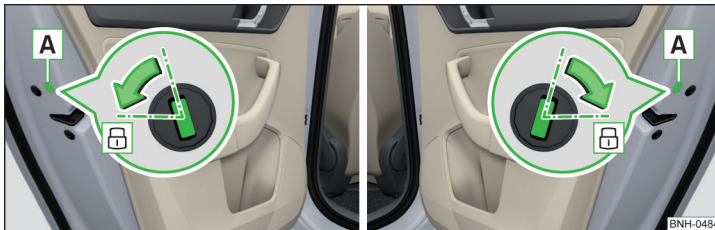

Abb. 263 Notverriegelung: Tür hinten links/rechts
- › Die entsprechende Hintertür öffnen und die Blende **A** entfernen (gilt auch für die Beifahrertür ohne Schließzylinder) » **Abb. 263**.